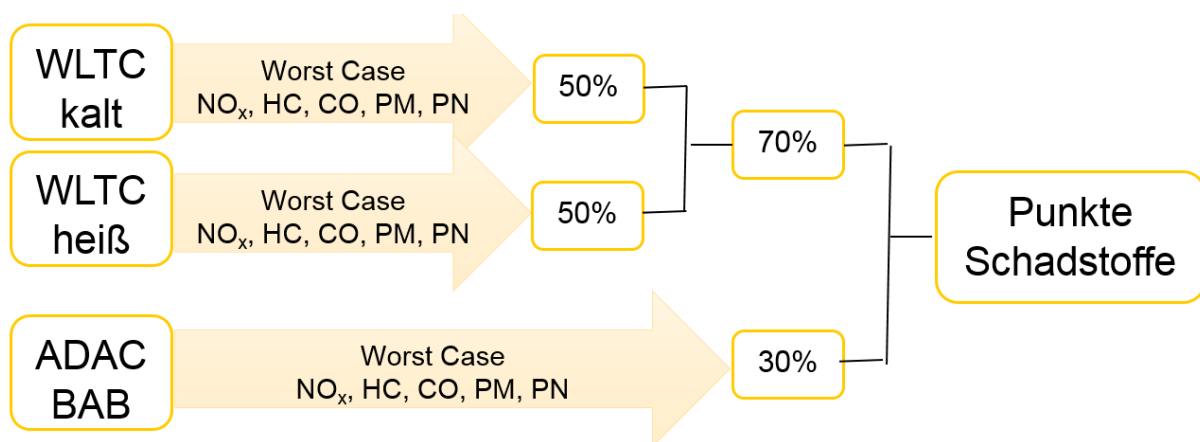

Abbildung 4: Berechnung Schadstoffpunkte
Für die Auswertung der Schadstoff- und CO₂-Emissionen im Elektrozyklus (mit voller Hochvoltbatterie, SOC max) werden die Grenzwerte für den WLTC zu 70 Prozent und die des Autobahnzyklus zu 30 Prozent gebildet (vgl. Tabelle 1/Abbildung 4). Somit sind Bewertungen mit denen des Standard-Ecotest vergleichbar. In nachfolgender Tabelle sind die Grenzwerte dargestellt.
* Da der Elektrozyklus in einer Messfahrt absolviert wird, ist der Grenzwert anteilig zur Bewertungsgrundlage nach Tabelle 1/Abbildung 4 dargestellt.